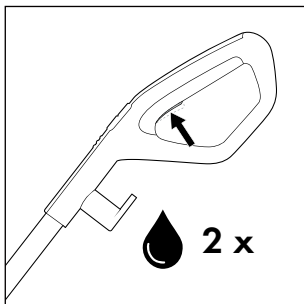

Rys. 12
- ♦ Odwin kabel zasilający **17** całkowicie z uchwytów kabla górnego i dolnego **16/20**. Aby szybko odwinąć kabel zasilający **17** z uchwytów kabla **16/20**, wyciągnij nieco górny uchwyt kabla **16** i obróć go w dół (patrz rys. 12).